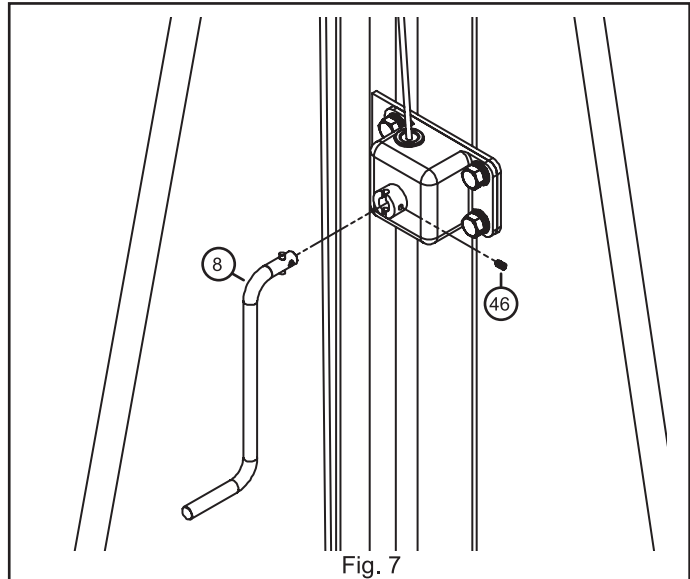

Fig. 7
ÉTAPE 7 : Installez les manivelles de réglage de hauteur, fig. 7. Desserrez la vis de réglage (46) du boîtier de treuil, puis insérez la manivelle de réglage de hauteur (8) dans le trou de la boîte de treuil (9), en alignant la goupille d'entraînement avec la rainure de la boîte de vitesses comme indiqué sur la fig. 7. Serrez la vis de réglage pour fixer la poignée et vous assurer qu'elle ne tombe pas.